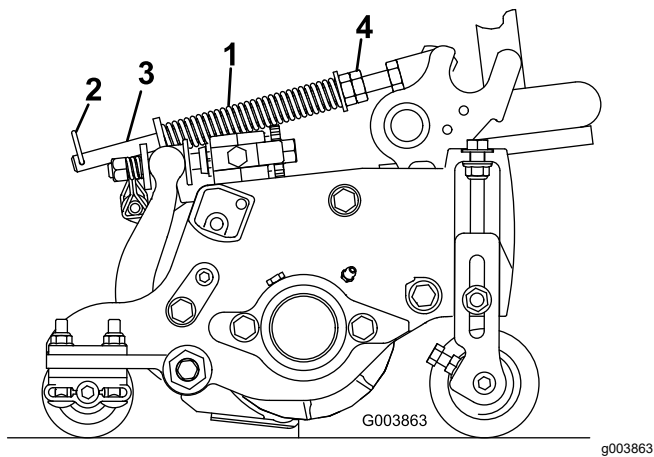

Figure 14
Le ressort de compensation transfère aussi le poids du rouleau avant au rouleau arrière (Figure 14). Cela évite la formation d'ondulations à la surface de la pelouse.
1. Vérifiez que la goupille fendue est insérée dans le trou de la tige de ressort (Figure 14).
2. Serrez les écrous hexagonaux sur l'extrémité avant de la tige de ressort jusqu'à ce que la longueur du ressort comprimé soit égale à 13 cm (5 po) sur les unités de coupe de 13 cm (5 po) et à 16 cm (6¼ po) sur les unités de coupe de 18 cm (7 po) (Figure 14).